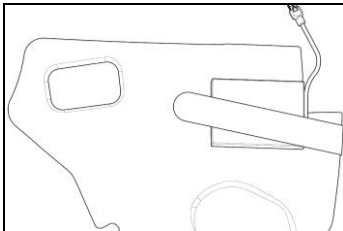

Fig. 32
- Colocar la batería en la almohadilla derecha de poliestireno y fijarla con el velcro (Fig. 32).